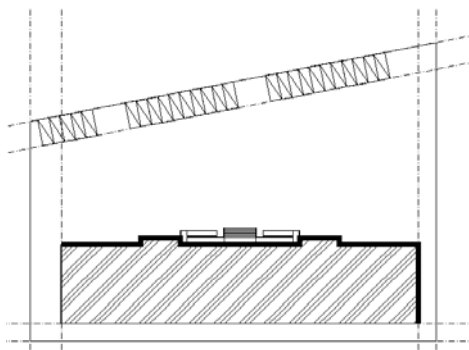

图 15.90 停车位
(5) 执行复制命令，在北侧倾斜的边界线上进行多次复制，如图 15.90 所示。